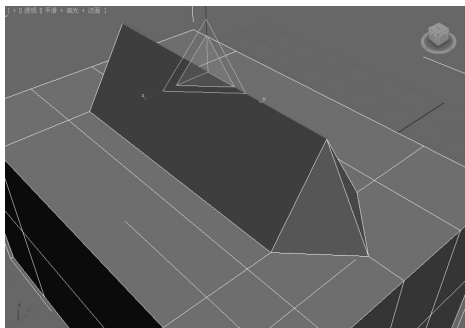

图 5-34 挤出边 ▲
- 挤出: 将边挤压出高度, 如图 5-34 所示。单击此按钮, 然后在视图中垂直拖动任何边, 就可以将其挤出。挤出边时, 该边界将会沿着法线方向移动, 然后创建形成挤出